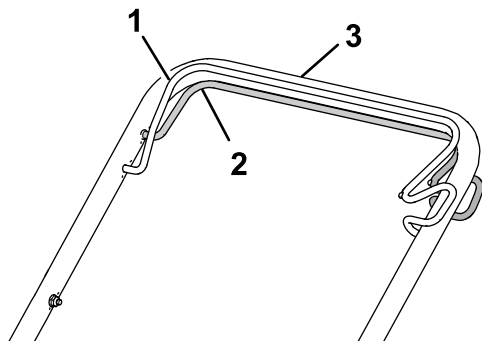

Figura 14
- **Para activar la autopropulsión:** Mueva la palanca de autopropulsión a la velocidad de avance deseada; apriete la barra de autopropulsión contra el manillar y manténgala en esa posición (Figura 14).